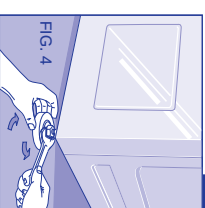

FIG. 4
- Votre lave linge est muni de 4 pieds réglables. Ajustez-les jusqu'à ce que votre lave linge soit bien de niveau, puis serrez les contre-écrous de blocage (Fig. 4).